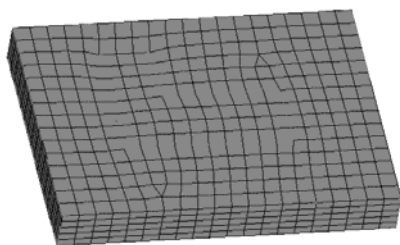

图 5-31 创建基座三维网格
- (1) 从主菜单选择 Mesh > Create > 3D Elements > Element Offset 命令，进入 elem offset 面板。
- (2) 选择 solid layers 子面板。
- (3) 激活 elems 选择器，选择基座上的二维单元。
- (4) 在 number of layers= 栏中输入 5。此栏表示拉伸网格的层数。
- (5) 在 total thickness= 栏中输入 25。此栏表示拉伸网格的厚度。
- (6) 单击 offset+。
- “+”表示沿二维单元的法向进行拉伸，“-”表示沿二维单元法向反方向进行拉伸，通过 tool 页面下的 normals 面板可以检查单元的法向，拉伸获得网格如图 5-31 所示。